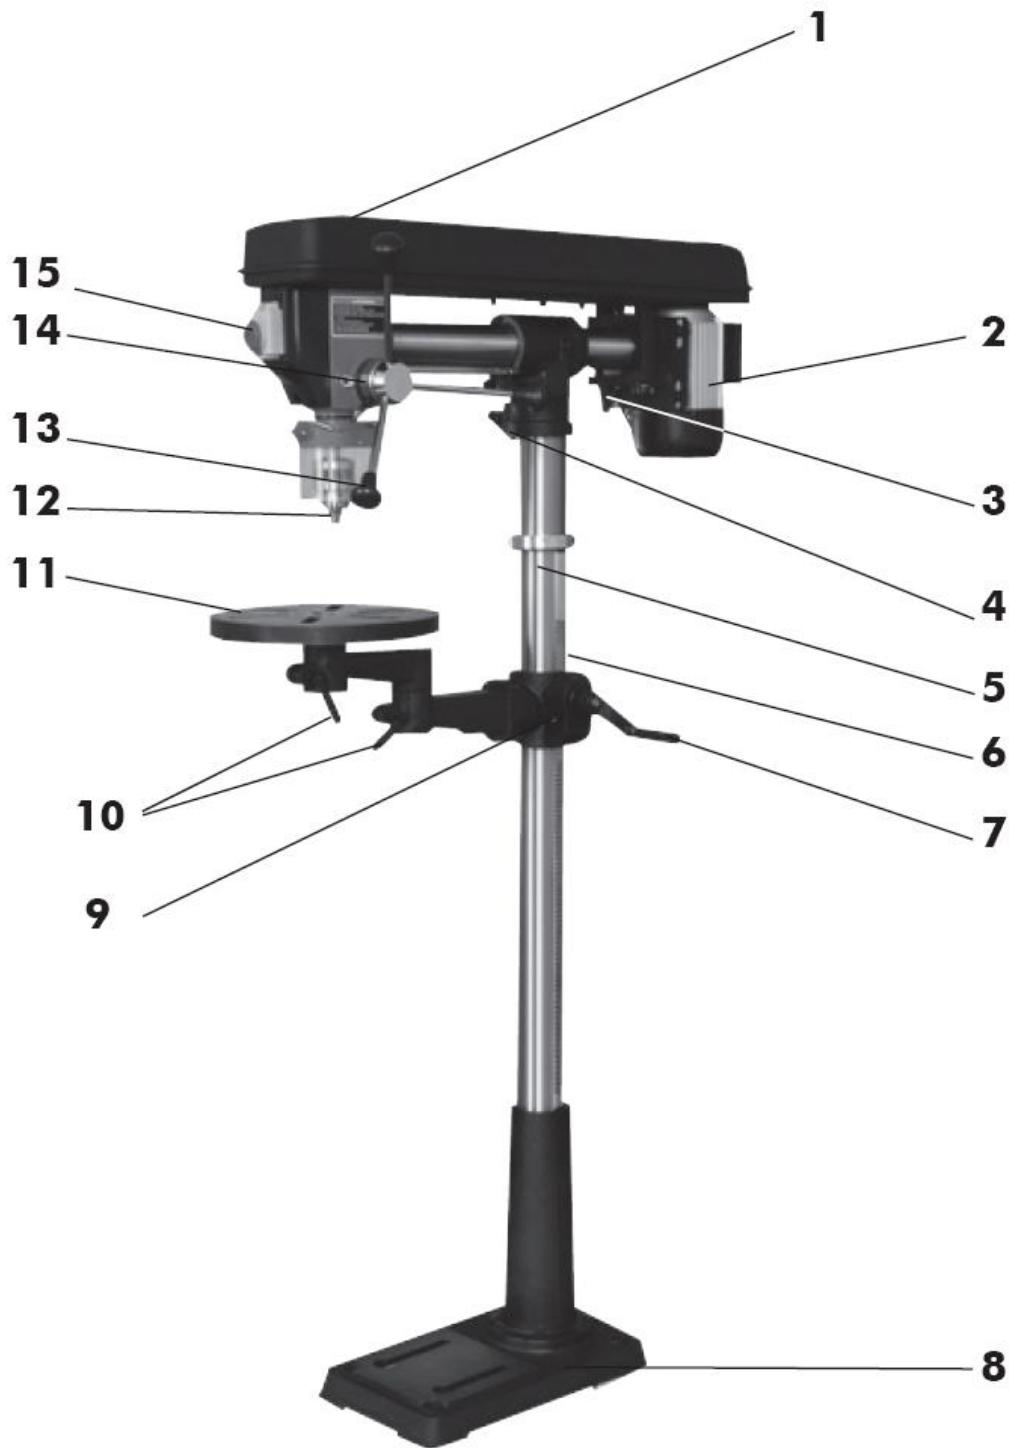

Abb. 1.1/Fig. 1.1
23.1 Description de SB 3116RHN Fig. 1.1